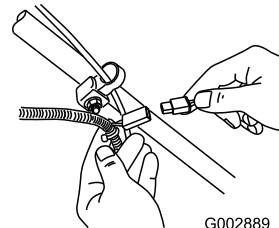

Figura 26
- Collegate il caricabatterie al cablaggio preassemblato del tosaerba, sotto la chiave di accensione (Figura 26).